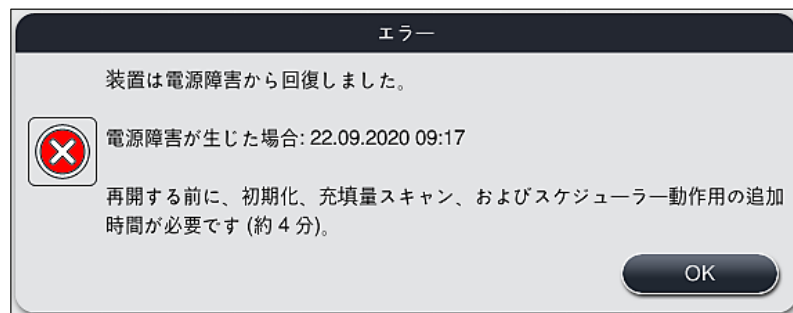

図 106
- ① 装置の再起動後、自動的に表示される最初の情報メッセージでは、電源障害の時刻が表示されます (→「図 106」)。このメッセージを確認して「OK」ボタンを押すと、染色処理を継続するための追加の指示が出ます。